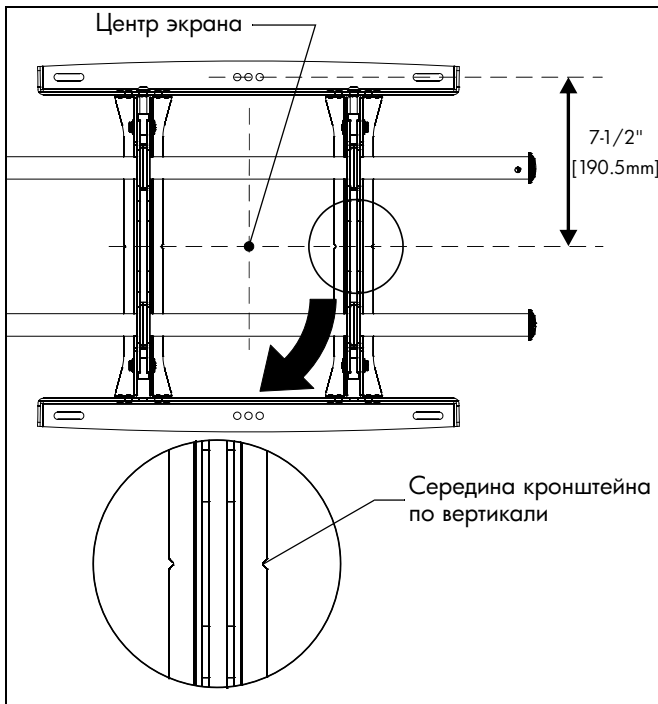

рис. 1
3. Совместите прорези на креплении с отметкой середины экрана, чтобы определить середину по вертикали. (См. рис. 1)
- Совместите прорези на креплении с отметкой середины экрана, чтобы определить середину по вертикали. (См. рис. 1)
- Отмерьте 190,5mm (7-1/2") вверх от средней линии и отметьте место верхнего монтажного отверстия. (См. рис. 1)